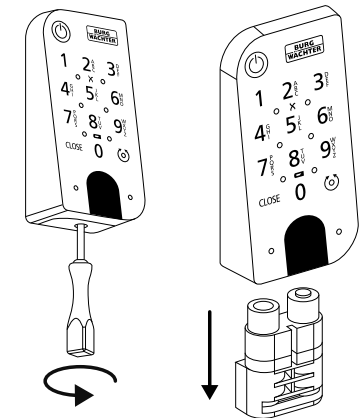

Abb. 145
- 1 Entfernen Sie die Schraube aus der Unterseite der Tastatur mit dem im Lieferumfang enthaltenen Tx8-Schraubendreher und ziehen Sie das Batteriefach nach unten heraus (Abb. 145).